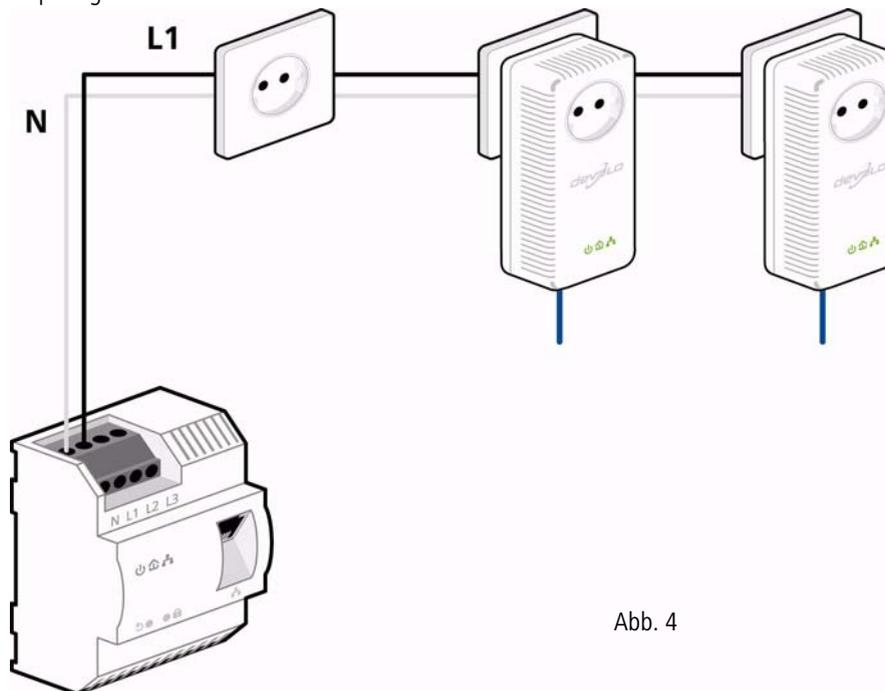

Abb. 4
- Einphasiger Anschluss: Neutraleiter und Außenleiter werden an die Klemmen N und L1 angeschlossen (siehe Abb. 4).